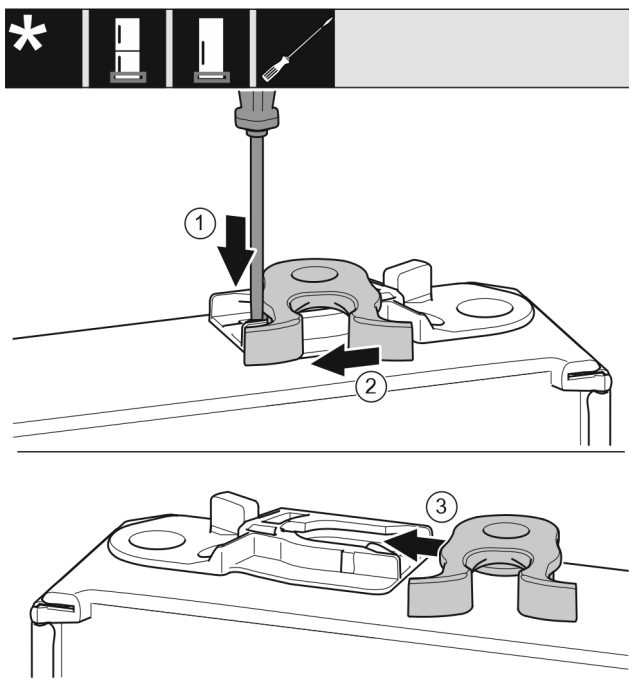

Fig. 17
- Presionar hacia abajo la lengüeta con el destornillador. Fig. 17 (1)
- Extraer el gancho de cierre de la guía. Fig. 17 (2)
- Introducir el gancho de cierre en el otro lado de la guía. Fig. 17 (3)